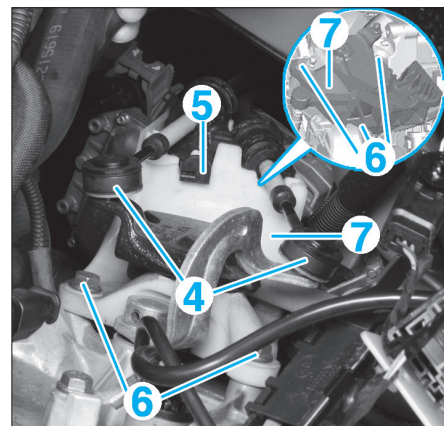

FIG. 4
- Dégrafer les rotules (4) de commande de vitesses (Fig.4) à l'aide de l'outil [1].
- Déverrouiller les câbles des arrêts de gaine sur la boîte de vitesses en appuyant sur le verrou (5) dans le sens de la flèche.
- les vis (6) du support d'arrêt de gaine (7) des commandes de boîte de vitesses,
- le support (7),